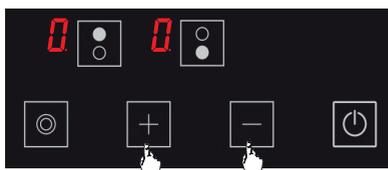

Rysunek 10
3. Następnie naciśnąć raz przycisk **+**. Po tym dotknięciu na odpowiedniej płycie grzewczej będzie wyświetlana ikona **H**. (Patrz rys. 10) Dzięki temu włącza się funkcja utrzymywania ciepła.